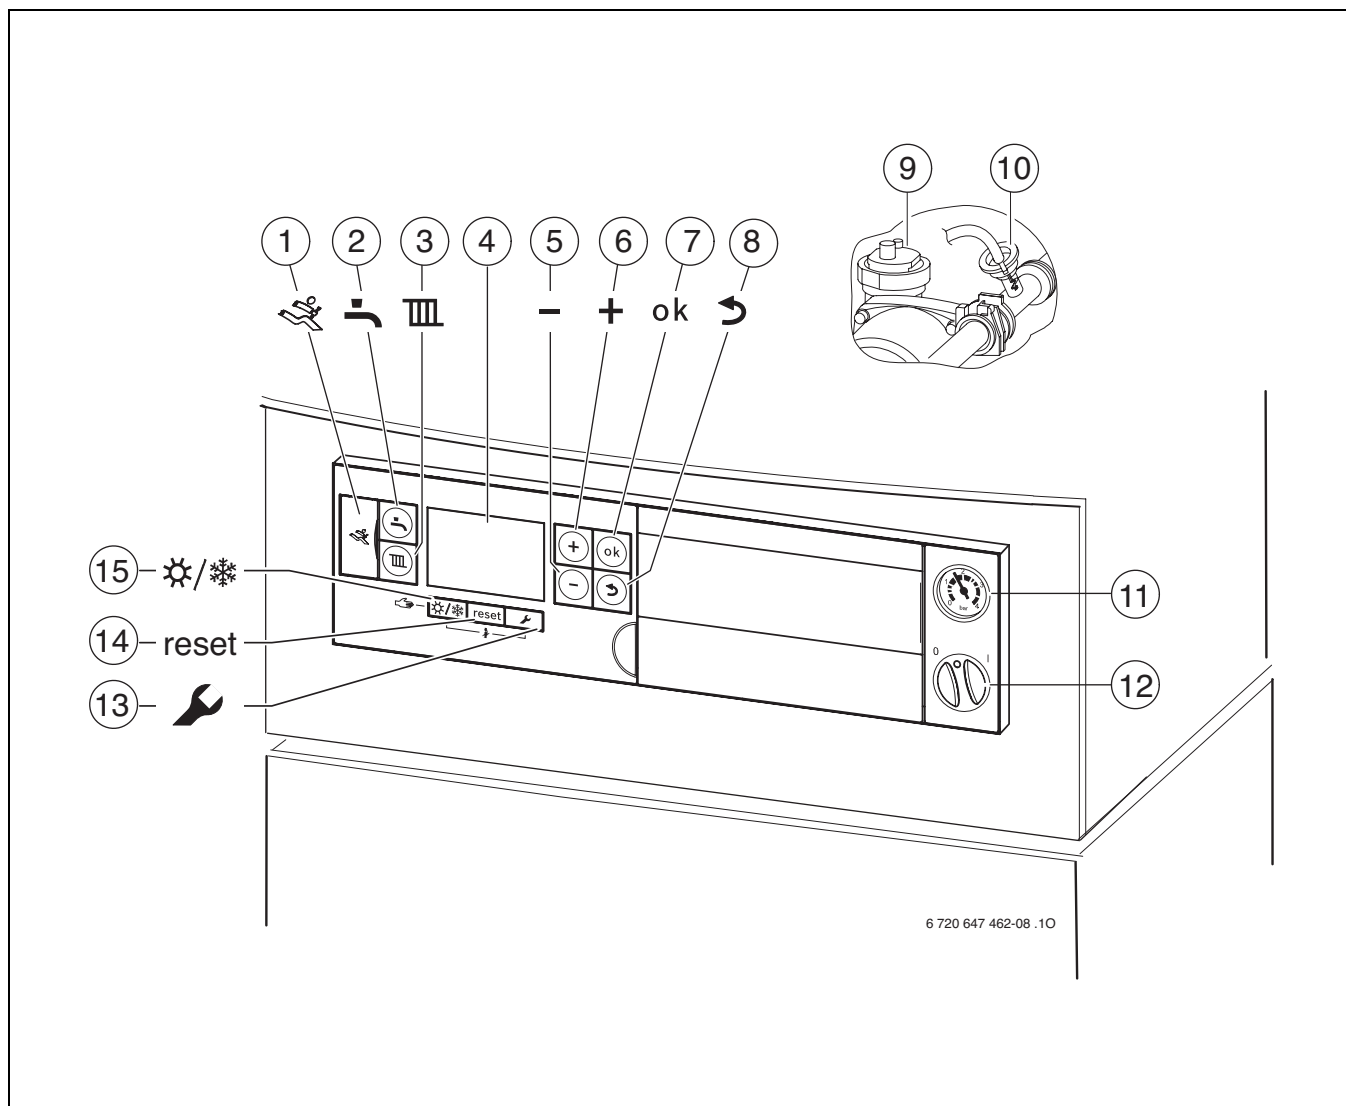

Fig. 39 Panoramica degli elementi di comando
- ▶ **Condurre il tubo flessibile dalla valvola di sfiato (→ fig. 39, [10]) in un contenitore (ad es. bottiglia) e aprire la valvola di sfiato finché non fuoriesce l'acqua.**
- ▶ Aprire il disaeratore automatico (→ fig. 39, [9], pag. 41) e richiuderlo dopo principale on/off.